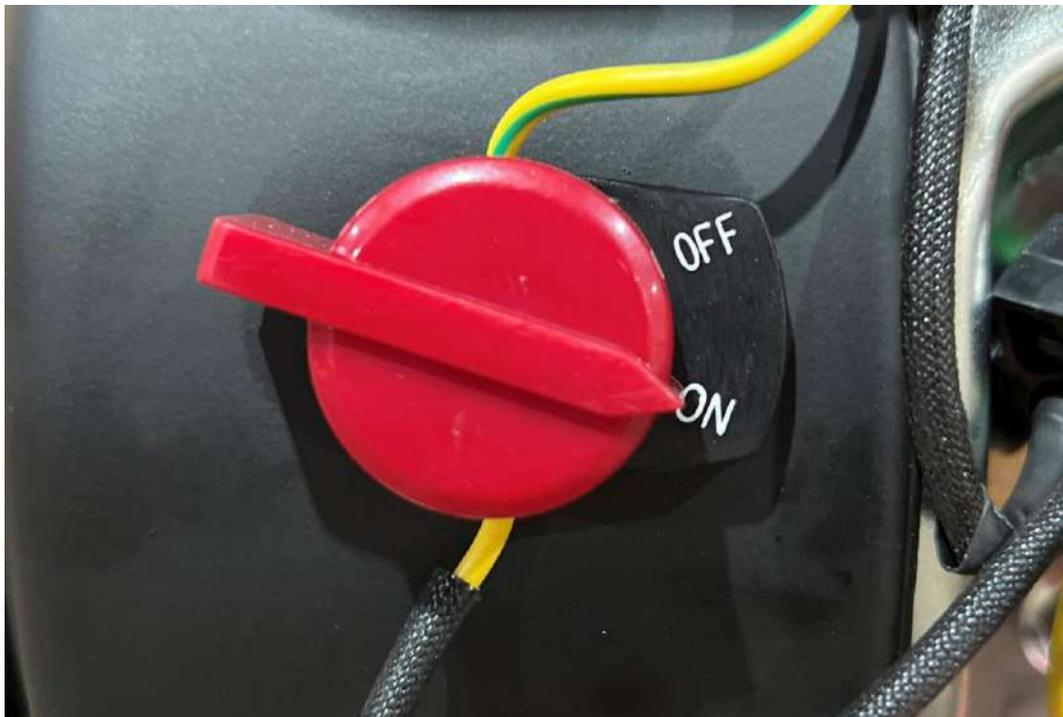

Рисунок 18. Вимикач та позначки положень
6. Переведіть вимикач в положення "On" (Рис.18).
14. Для зупинки двигуна переведіть регулятор швидкості (клапан дроселя) в положення мінімальної швидкості, дочекайтесь поки двигун почне працювати на повільних обертах, переведіть перемикач в положення "Off" (Рис.18).